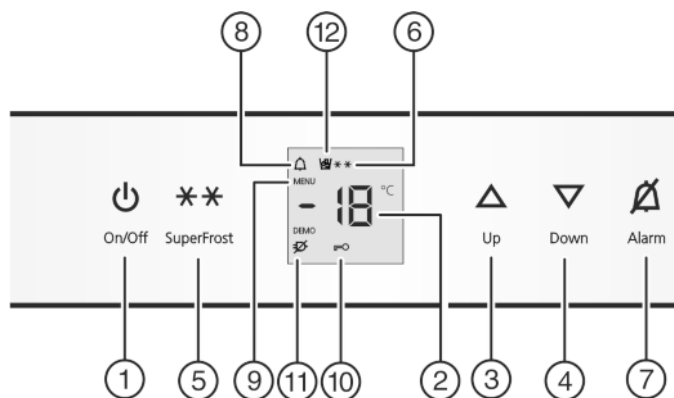

Fig. 2
- ▶ nacisnąć przycisk On/Off Fig. 2 (1).
- ▶ Aktywacja trybu regulacji: Nacisnąć i przytrzymać przycisk SuperFrost Fig. 2 (5) przez ok. 5 s.
- ▷ Świeci symbol menu Fig. 2 (9).
- ▶ W celu wyłączenia zabezpieczenia przed dziećmi krótko nacisnąć przycisk SuperFrost Fig. 2 (5).
- ▶ W celu włączenia zabezpieczenia przed dziećmi krótko nacisnąć przycisk SuperFrost Fig. 2 (5).
- ▷ Świeci symbol zabezpieczenia przed dziećmi Fig. 2 (10). Na wskaźniku miga **c**.
- ▷ Symbol zabezpieczenia przed dziećmi Fig. 2 (10) gaśnie.
- ▶ Dezaktywacja trybu regulacji: nacisnąć przycisk On/Off Fig. 2 (1).
- ▶ Nacisnąć przycisk Alarm Fig. 2 (7).
Jednocześnie miga wskaźnik temperatury i symbol Alarmu Fig. 2 (8).
Akustyczny sygnał ostrzegawczy milknie automatycznie, znika symbol Alarmu Fig. 2 (8) i wskaźnik temperatury przestaje migać, gdy temperatura będzie ponownie wystarczająco niska.
- ▶ Nacisnąć przycisk Alarm *Fig. 2 (7)*.
- ▶ Ustawianie wyższej temperatury: nacisnąć przycisk ustawiania Up *Fig. 2 (3)*.
- ▶ Ustawianie niższej temperatury: nacisnąć przycisk ustawiania Down *Fig. 2 (4)*.